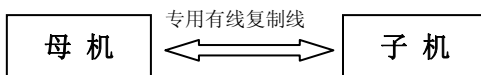

图 4.2
- b. 使用专用有线复制线，将处于复制状态的对讲机（母机）与另一台待设置参数的对讲机（子机）相连。如图 4.2 所示。